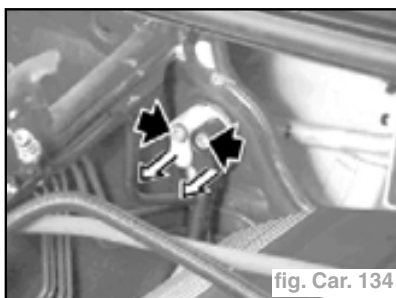

fig. Car. 134
- déposer les vis (fig. Car. 134),